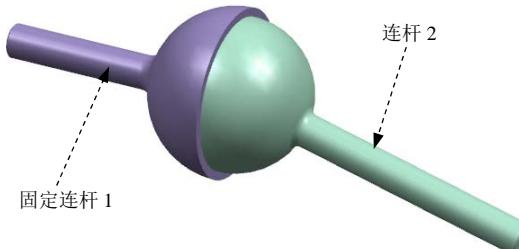
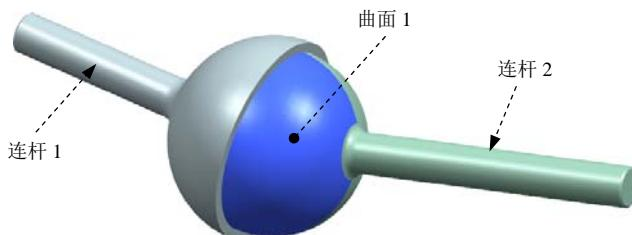

图 4.7.1 机构模型
图 4.7.2 定义球面副
**说明：**在图4.7.1所示的机构中，已经创建了一组仿真文件并定义了固定连杆1和连杆2。
(1) 选择下拉菜单 →  命令，系统弹出“运动副”对话框；在“运动副”对话框 选项卡的 下拉列表中选择 旋转副 选项；选取图4.7.1所示的连杆2为参考连杆。
(2) 在“运动副”对话框 区域的 按钮右侧单击“点对话框”按钮，在“点”对话框的 下拉列表中选择 自动判断的点 选项，在 区域的 下拉列表中选择 选项，然后在 文本框中输入值-18，在 和 文本框中输入值0，单击 按钮，完成原点的定义；在 区域的 下拉列表中选择 矢量 选项，在 下拉列表中选择 为矢量。
(3) 单击“运动副”对话框中的 驱动 选项卡；在 驱动 区域的 旋转 下拉列表中选择 恒定 选
(1) 选择下拉菜单**插入(S)** → **运动副(M)** 命令，系统弹出“运动副”对话框；在“运动副”对话框**定义**选项卡的**类型**下拉列表中选择**球面副**选项；选取图 4.7.2 所示的连杆 2 为参考连杆。
(2) 在“运动副”对话框**操作**区域的**指定原点**下拉列表中选取“圆弧中心”**○**选项，在模型中选取图 4.7.2 所示的球面（曲面 1）为原点参考；在**操作**区域的**方位类型**下拉列表中选择**矢量**选项，在**指定矢量**下拉列表中选择**XC**为矢量。
(3) 在“运动副”对话框**基本**区域中选中**啮合连杆**复选框；单击**基本**区域中的**\*选择连杆(O)**按钮，选取图 4.7.1 所示的连杆 1 为啮合连杆；在**基本**区域的**指定原点**下拉列表中选取“圆弧中心”**○**选项，在模型中选取图 4.7.2 所示的球面（曲面 1）为原点参考；在**操作**区域的**方位类型**下拉列表中选择**矢量**选项，在**指定矢量**下拉列表中选择**XC**为矢量。
(4) 单击**确定**按钮，完成球面副的创建。